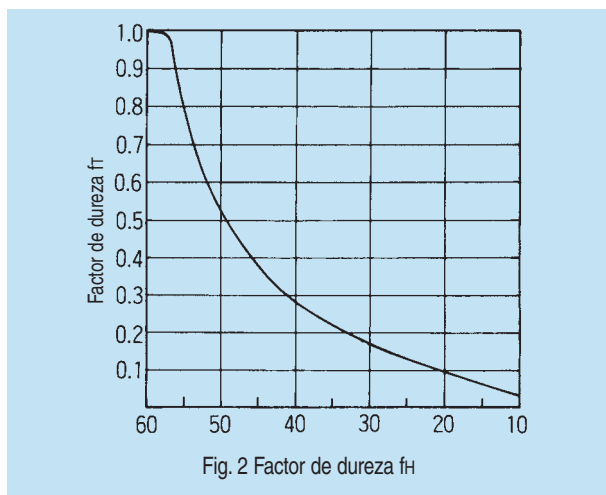

Fig. 2 Factor de dureza  $f_H$
- $C$  :Valor básico dinámico (N),
- $P$  :Carga (N)
- $f_H$  :Factor de dureza (Fig. 2, página 5.)